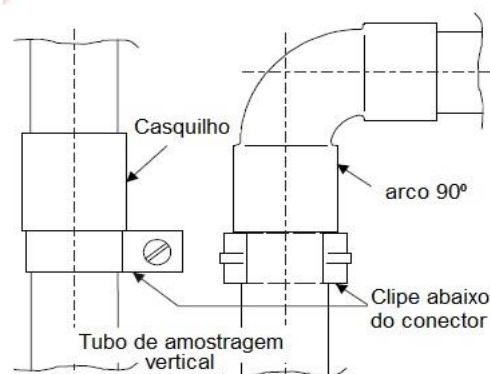

Fig. 8 Tubo de amostragem vertical
- Para tubo de amostragem dispostas verticalmente ou suas partes (e.g. em uma subida ou armazéns de alta cremalheira) confira que os tubos não podem deslizar para baixo (aperte os cliques diretamente abaixo das conexões como mostrado na **Fig. 8**).